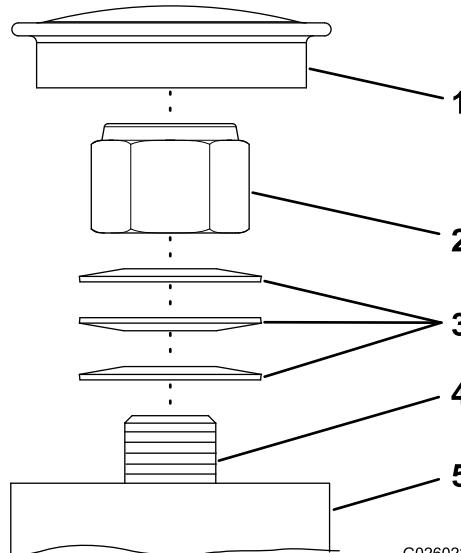

Figure 44
**Remarque:** Si vous démontez les roulements d'axe des roues pivotantes, veillez à monter les rondelles élastiques comme montré à la Figure 44.
1. Déposez le couvre-moyeu du moyeu de la roue pivotante (Figure 44).
2. Serrez le contre-écrou dans le sens horaire jusqu'à ce que les rondelles élastiques soient aplatis (Figure 44).
3. Tournez alors le contre-écrou de 1/4 de tour dans le sens antihoraire (Figure 44).
4. Reposez le couvre-moyeu (Figure 44).